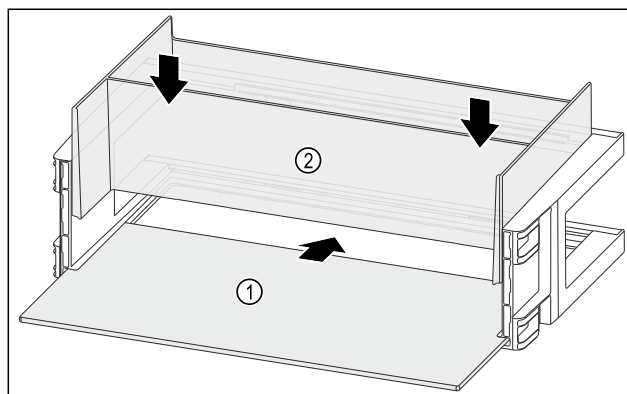

Fig. 98
- ▶ Împingeți în interior raftul Fig. 98 (1) în degajările laterale.
- ▶ Introduceți organizatorul Fig. 98 (2).